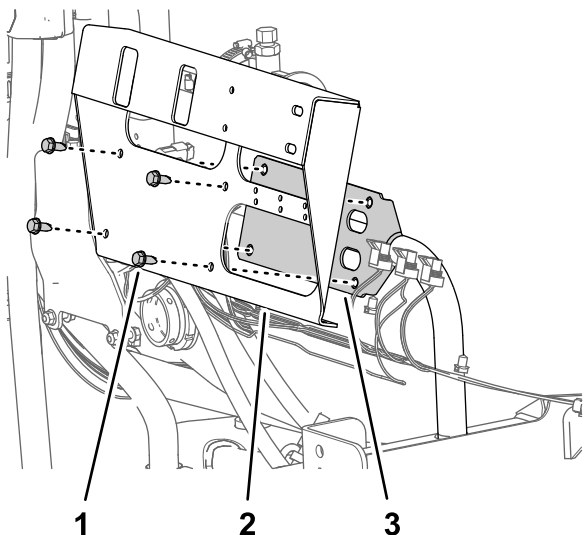

Рисунок 73
3. Удалите 4 винта с фланцевыми головками (5/16 x 3/4 дюйма), которые крепят кронштейн клапана секции, из опоры крепления клапанов и снимите кронштейн клапана с машины (Рисунок 73).